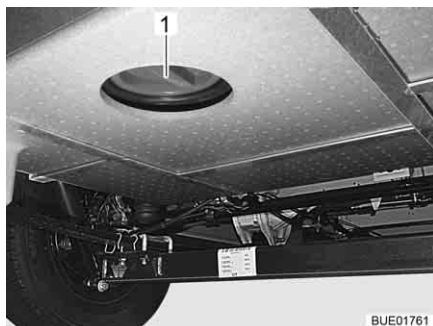

Fig. 268 Orificio de limpieza del depósito de aguas residuales
- Abrir el orificio de limpieza (Fig. 268, 1) del depósito de aguas residuales y la llave de desagüe.